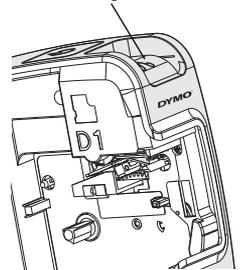

Abbildung 8
- 3 Drücken Sie die Abschneidetaste. Siehe Figure 8. Das Schneidmesser bewegt sich heraus.